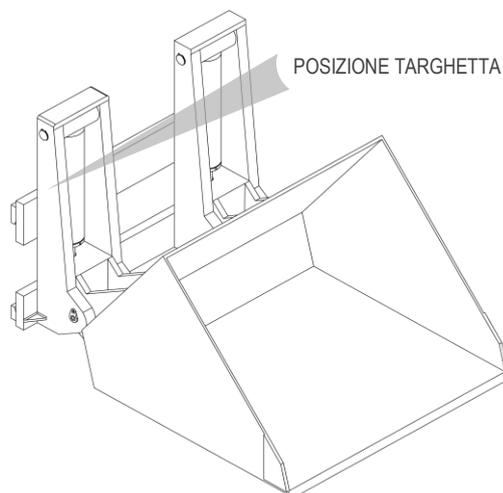
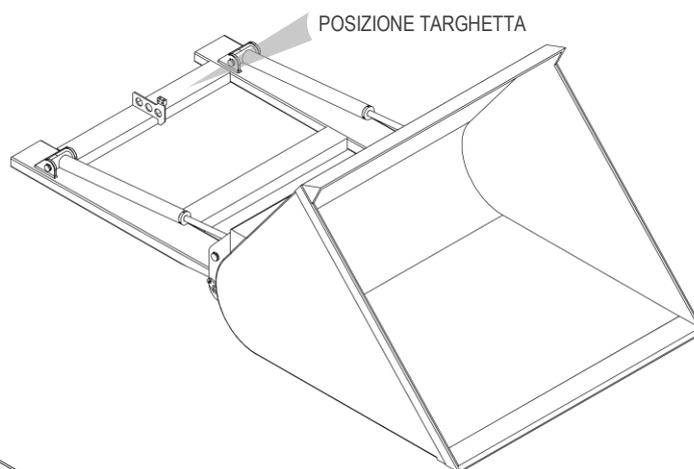
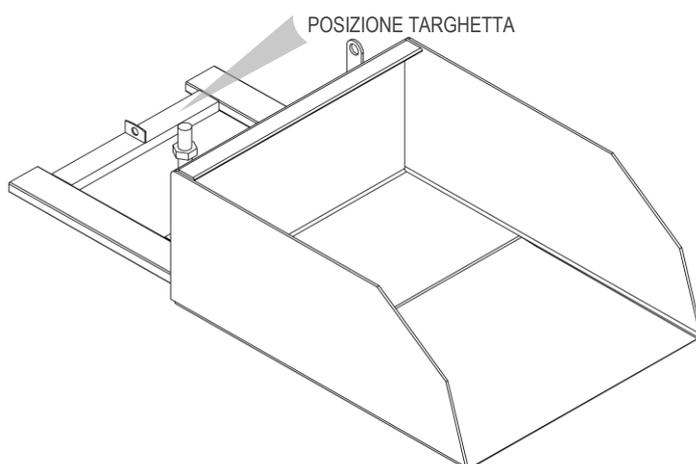

Figura 1
Figura 2
Figura 3
Tutte le attrezzature A.T.I.B. - “BENNA IDRAULICA TIPO 965 | BENNA IDRAULICA INFORCABILE TIPO 971 | BENNA MECCANICA INFORCABILE TIPO 968” vengono identificate mediante targhetta adesiva (vedi *Tabella 1*) posizionata sull’attrezzatura (vedi *Figura 1*, *Figura 2* e *Figura 3*). La posizione della targhetta è identificativa potrebbe variare in funzione dell’attrezzatura. Fare sempre riferimento al numero di matricola.
5. Per la movimentazione utilizzare cinghie o catene opportunamente dimensionate rispetto al peso dell'attrezzatura indicato in targhetta (vedi *Figura 1* e *Tabella 1* a pag.7).
9. Collegare il circuito idraulico, assicurandosi che la pressione di esercizio delle tubazioni sia superiore o uguale a quella indicata sulla targhetta di identificazione (vedi *Figura 1* e *Tabella 1* a pag.7).
8. Collegare il circuito idraulico, assicurandosi che la pressione di esercizio delle tubazioni sia superiore o uguale a quella indicata sulla targhetta di identificazione (vedi *Figura 2* e la *Tabella 1* a pag.7).
9. Collegare il circuito idraulico, assicurandosi che la pressione di esercizio delle tubazioni sia superiore o uguale a quella indicata sulla targhetta di identificazione (vedi *Figura 3* e la *Tabella 1* a pag.7).